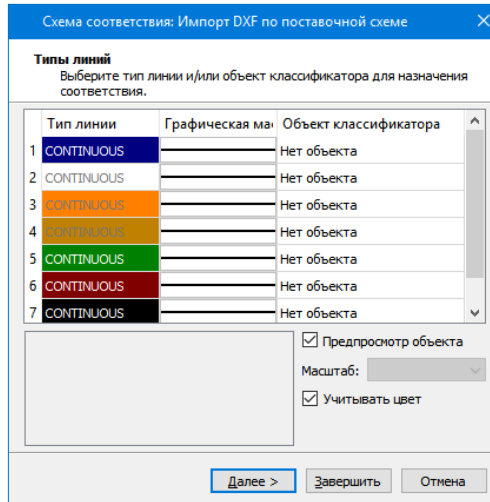

Рис. 16.4
- для типов линий – в виде типа линии графической маски и/или линейного объекта классификатора (рис. 16.4);